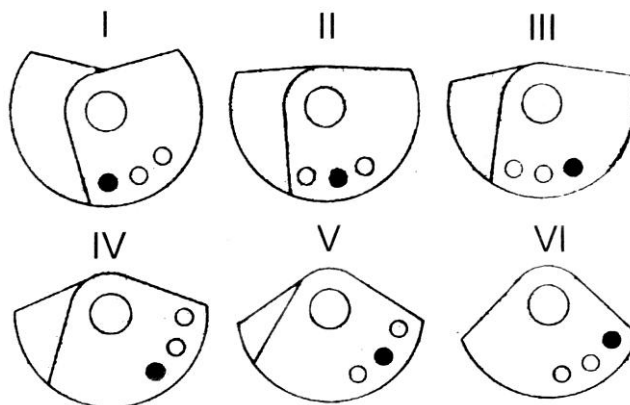

Рис. 3. Схема регулировки статического момента
4.5. Для регулирования величины вынуждающей силы вибратора дебалансы на обоих концах вала выполнены двойными. Дебалансы, расположенные ближе к двигателю, соединены через шпонку с валом ротора. Дебалансы, расположенные ближе к концу вала, являются поворотными относительно вала. Регулирование осуществляется путем изменения взаимного расположения дебалансов на обоих концах вала. (рис. 3, п. 6.5)
- 6.5. До начала работы установить дебалансы вибратора в положение, соответствующее выбранному статическому моменту согласно рис. 3 таблицы 7, для чего, при снятых крышках, ограждающих дебалансы, следует вывернуть болты, соединяющие парные дебалансы на обоих концах вала и снова соединить их болтами в нужном положении.